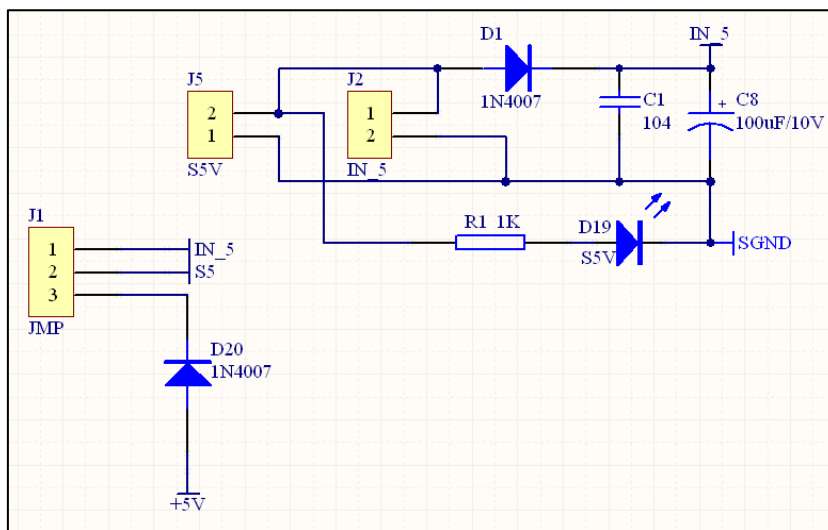

图11-20 子图3 (Sub3.SchDoc)
(3) 在“Sub3.SchDoc”原理图文档中绘制如图11-20所示的电路。